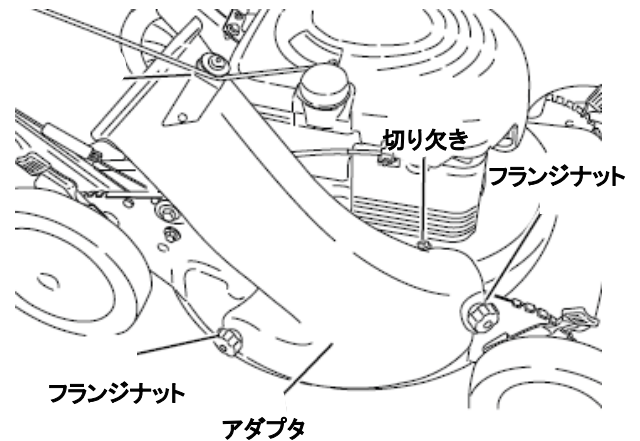

図 3-12
1. 集草するときはアダプタを取り付けます。デッキから出ている3本のボルトに、アダプタの前後の2つの穴と上部の1つの切り欠きをはめて2つのフランジナットでしっかりと締め付けます。（図 3-12）